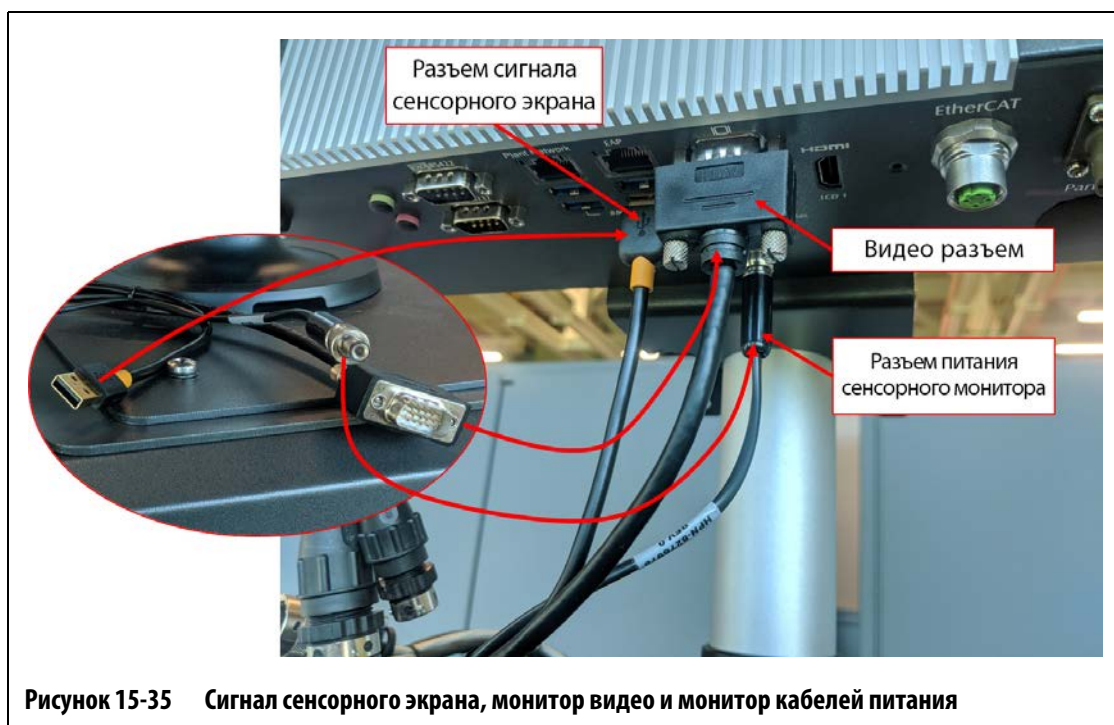

Рисунок 15-35 Сигнал сенсорного экрана, монитор видео и монитор кабелей питания
7. Подключите разъем кабеля для передачи сигнала сенсорного экрана, разъем кабеля для передачи видеосигнала сенсорного монитора и разъем кабеля питания сенсорного монитора к разъему для передачи сигнала сенсорного экрана, разъему 12 В постоянного тока ЖК дисплея и разъему VGS в нижней части микроконтроллера. См. Рисунок 15-35.